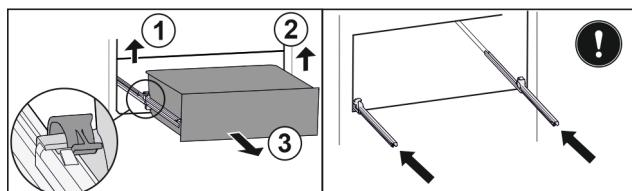

Fig. 131
- ▶ Повдигнете лявата скоба и едновременно с това изтеглете напред чекмеджето отляво. Fig. 131 (1)
- ▶ Повдигнете дясната скоба и едновременно с това изтеглете напред чекмеджето отляво. Fig. 131 (2)
- ▶ Извадете чекмеджето напред. Fig. 131 (3)